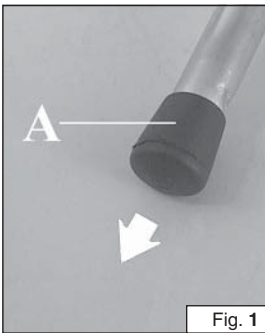

Fig. 1
1. Retirar el tapón (A, Fig. 1).
1. Verwijder de dop (A, Fig. 1).
1. Retire a tampa (A, Fig. 1).